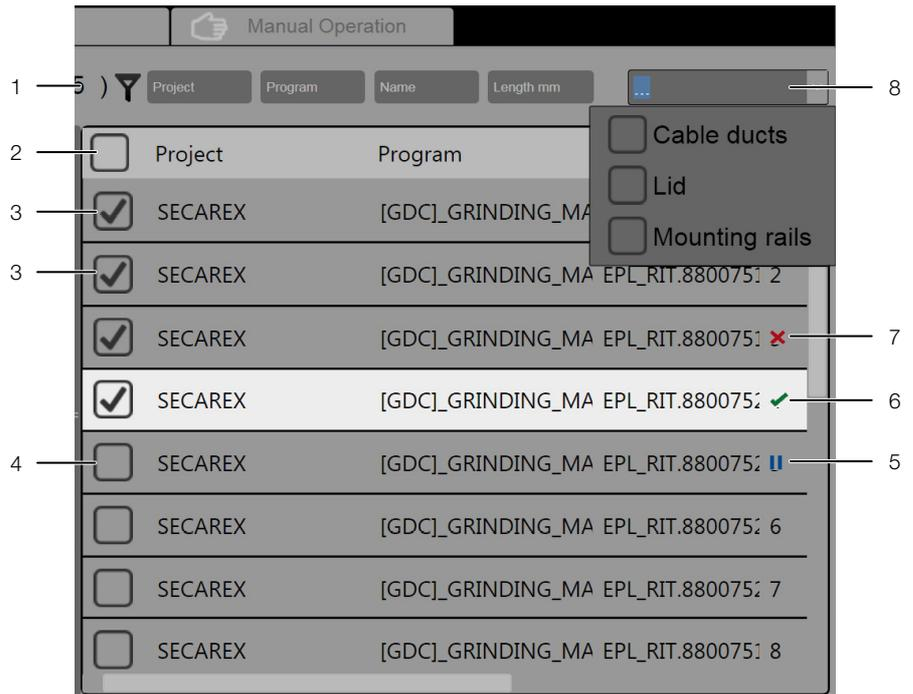

Fig. 10: Scheda «Preparazione» - Lista di produzione
- Selezionare gradualmente i componenti desiderati attivando la relativa casella di controllo (fig. 10, pos. 3) davanti al componente.
- Premere il pulsante «<>» (fig. 10, pos. 8) nella colonna «EF» del pezzo che si desidera modificare.